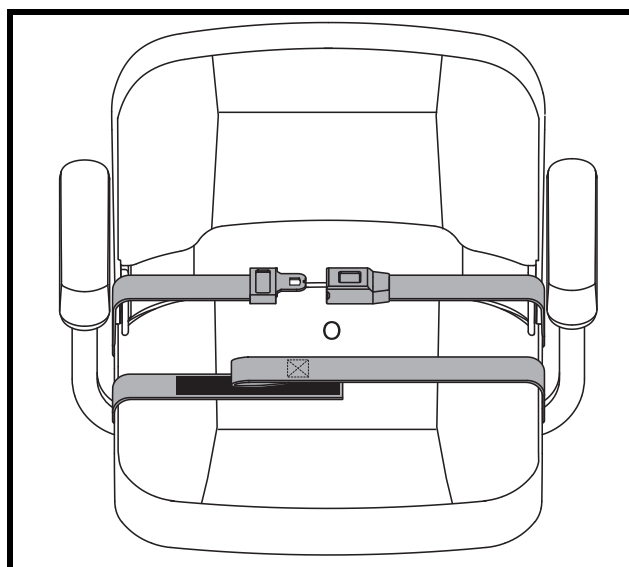

Figura 20. Cinture di sicurezza - Cintura di sicurezza con aggancio metallico o con gancio riutilizzabile e velcro
1. Inserire il gancio metallico del lato destro della cintura nella chiusura di plastica al lato opposto spingendo fino a sentire un “click”. **Vedere figura 20.**
1. Allineare le due parti della cintura ponendo la parte con il velcro direttamente sopra il lato di adesione ("gancio") dell'altra parte. Premere per bloccare. **Vedere figura 20.**